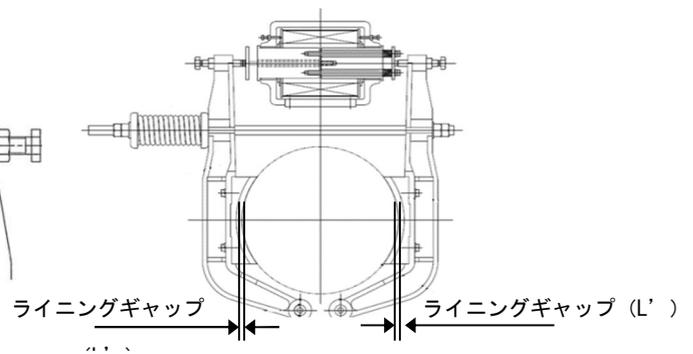

図 4 ライニングギャップ寸法
- (2) ブレーキを開いた状態でのライニングギャップ寸法 (L') を測定してください。(図 4)
- (3) 寸法を満たしていない場合は、調整作業を実施してください。